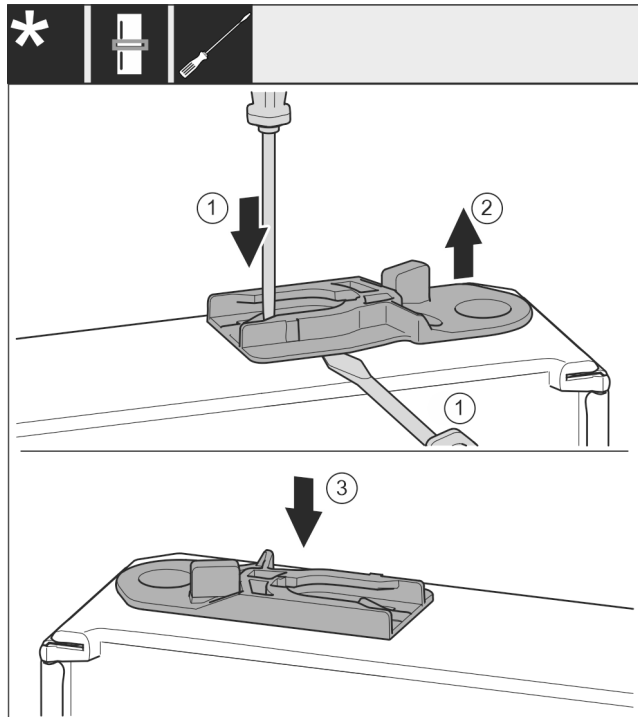

Fig. 53 *
- Führungsbuchse herausziehen: Lasche Fig. 53 (1) mit Schlitzschraubendreher drücken und gleichzeitig mit Schlitzschraubendreher unter Führungsbuchse Fig. 53 (2) fahren.*
- Im Lieferumfang beiliegende Führungsbuchse Fig. 53 (3) auf anderer Gehäuseseite einschieben.*